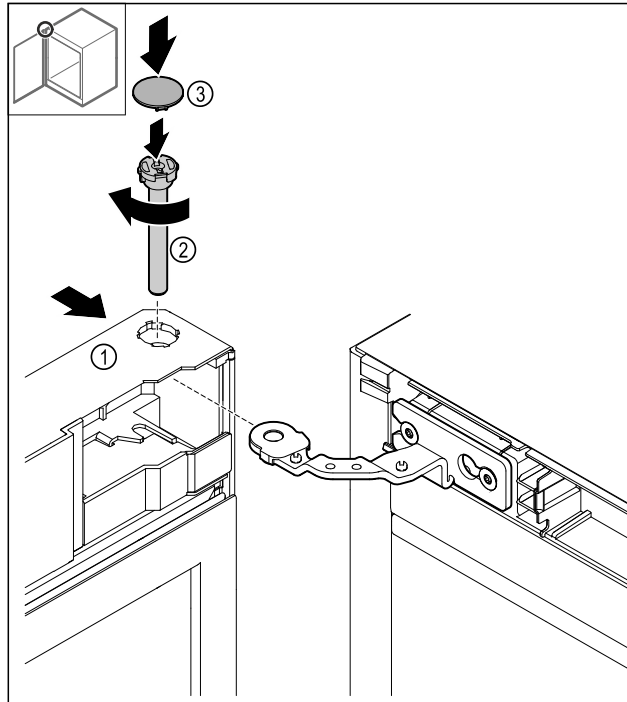

Fig. 41
- Du haut, pousser la porte Fig. 41 (1) sur la charnière.
- Insérer et serrer le boulon Fig. 41 (2) dans le sens des aiguilles d'une montre.
- Poser le cache Fig. 41 (4).